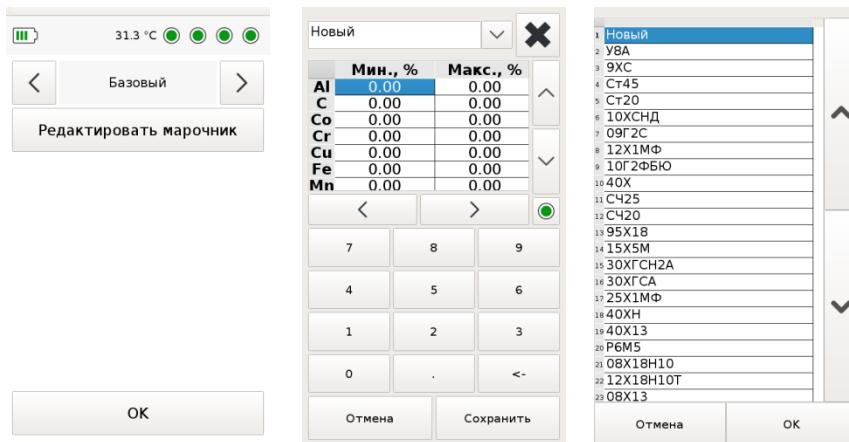

Рисунок 23 Редактор марочника
- 4.7.2. При наличии нескольких вариантов марочников (например, ГОСТ и AISI), выберите необходимый, используя стрелки вправо/влево. Нажмите кнопку «Редактировать марочник» (Рисунок 23), чтобы перейти к редактированию или добавлению марок.